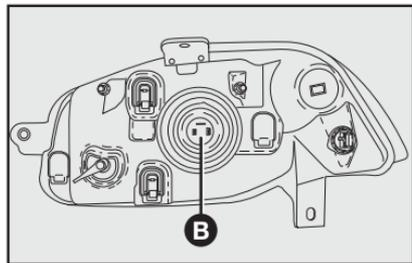

fig. 32
- 2) retirar la tapa plástica **B-fig. 32** para tener acceso a las lámparas;